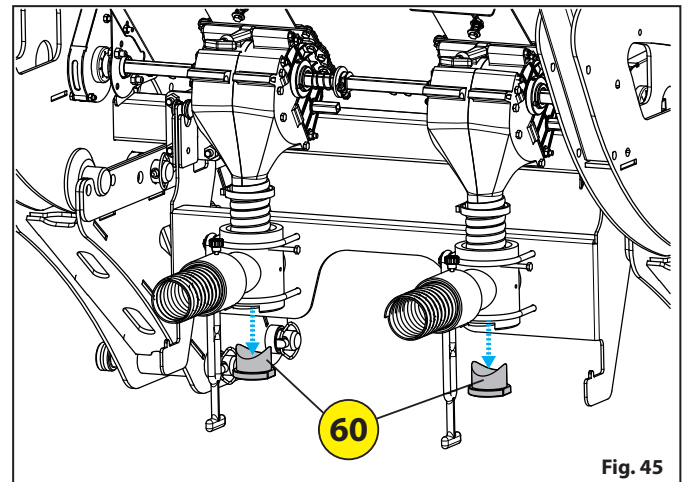

Fig. 45
- Wyciągnąć korki **60** « Fig. 45 ».